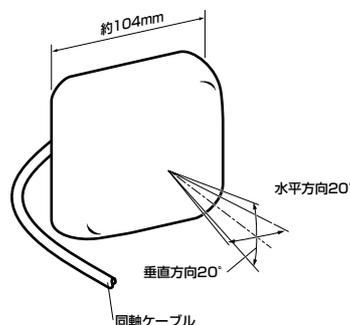

図 1 平面アンテナ形状
- WR-OP05 平面アンテナ（図 1）
- 約 104mm 角の平面形状のアンテナ（図 1）で、背面に取り付け金具（φ25～32）があります。